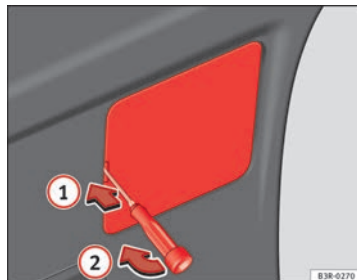

Abb. 233 Abdeckung in der Heckklappenverkleidung entfernen
- Stecken Sie einen Schraubendreher in die Aussparung der Abdeckung ⇒ Abb. 233 ① und hebeln Sie die Abdeckung heraus ②.